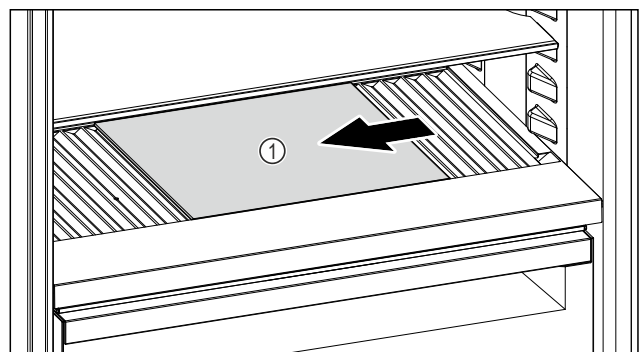

Fig. 189
- ▶ Glasplatte Fig. 189 (1) nach links, in die Mitte oder nach rechts verschieben.